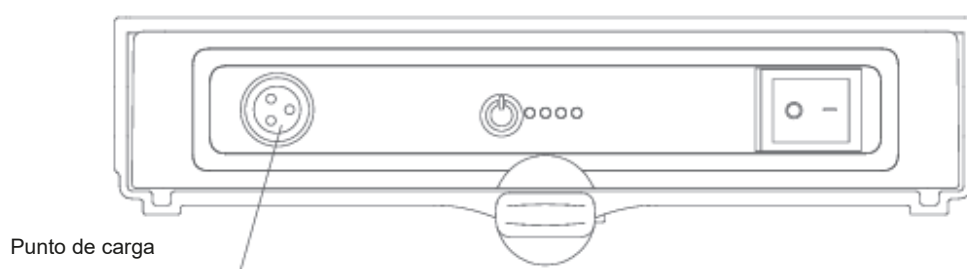

Ilustración 6.10
-Método de carga 2: Retire la caja de la batería de la silla de ruedas eléctrica e inserte el conector del cargador en la ranura que hay en la caja de la batería, según se muestra en la ilustración 6.10.